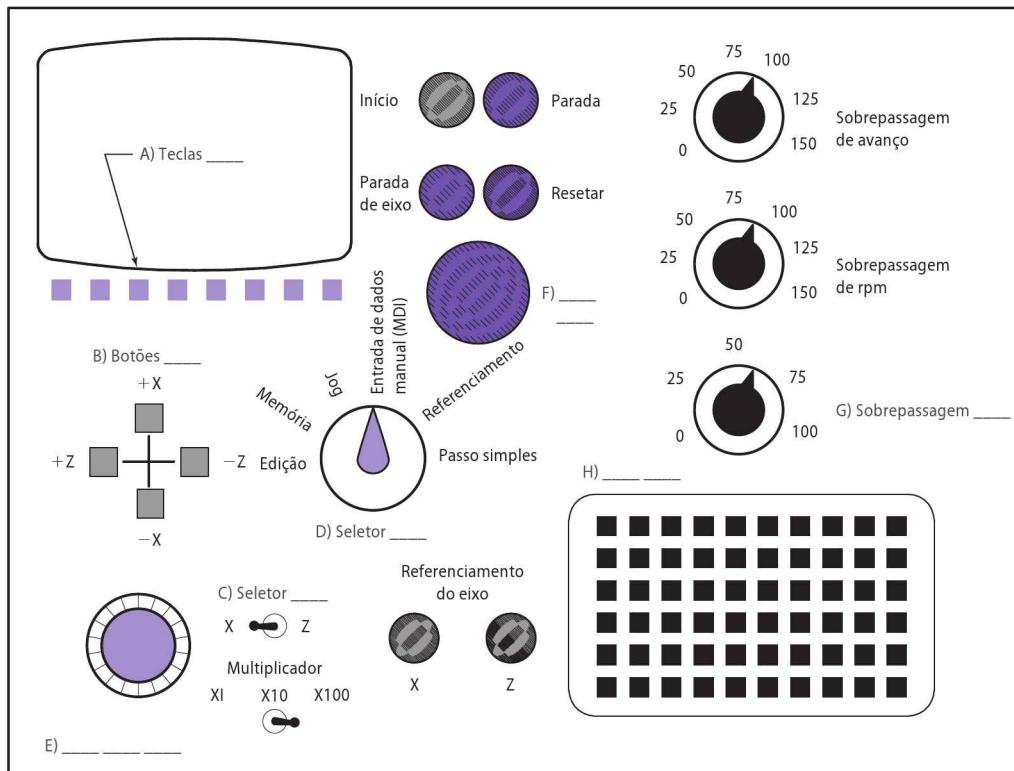

Figura 3-19 Identifique os controles indicados e suas características.
1. Em uma folha de papel, identifique os comandos CNC, de A a H, na Figura 3-19 e descreva as funções de cada um.